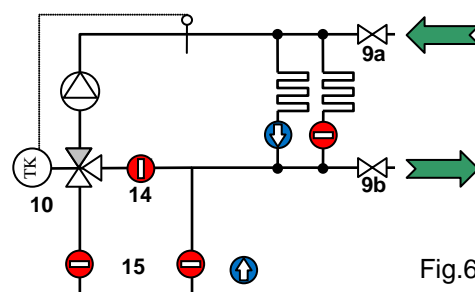

Fig.6
Voor het vullen en spoelen van de verwarmingscircuits de vulslang op de SVL-kraan voorloop (fig.6_9a) en de legingsslang op de SVL-kraan terugloop (fig.6_9b) aansluiten. Het te spoelen verwarmingscircuit openen. SVL-kranen openen en verwarmingscircuit in stroomrichting doorspoelen tot de lucht en alle verontreinigingen volledig uit het circuit verwijderd zijn. De retourverhinderaar (14) in de mengers-bypass verhindert een kortsluiting bij het spoelen.